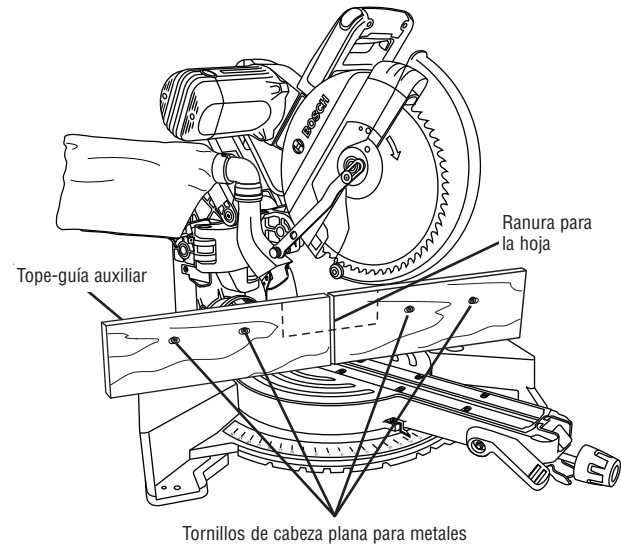
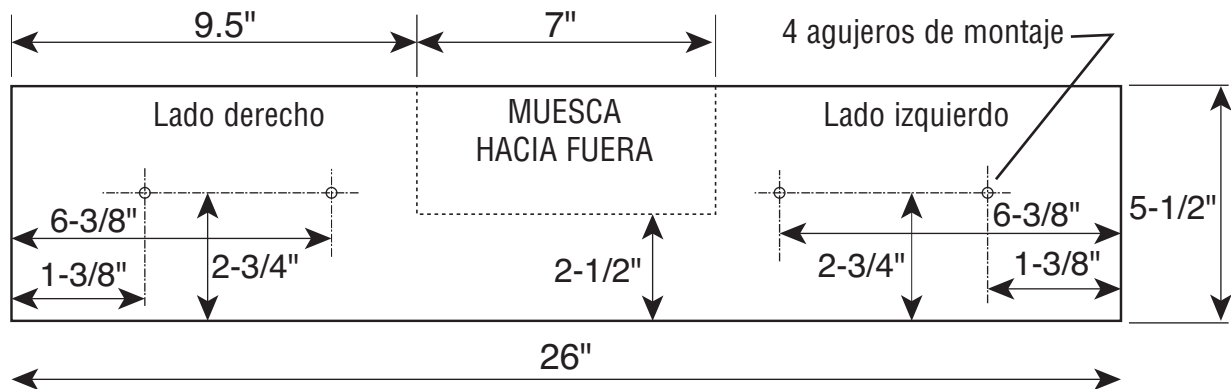

Figura 36. Tope-guía auxiliar
Figura 37. Tope-guía auxiliar alto de madera, 3/4 de pulgada de grosor
1. Coloque un pedazo de madera contra el tope-guía de la sierra para cortar ingletes (vea la figura 36). (La madera puede tener una altura máxima de 5-1/2". Compruebe que el ensamblaje del cabezal no interfiera con el tope-guía auxiliar.) Vea el dibujo con dimensiones, Figura 37.
4. Sujete con tornillos desde la parte delantera del tope-guía: Fije cada tope-guía auxiliar con dos (2) tornillos de máquina, de cabeza plana, de 3/16" de pulgada. Con topes-guía auxiliares de 3/4" de pulgada, use tornillos de 1-1/2" pulgada de longitud. Asegúrelos detrás del tope-guía metálico con arandelas y tuercas de máquina.
7. Cuando haga cortes deslizantes, el centro debe estar enmuescado hacia fuera de acuerdo con el patrón (vea la figura 37).